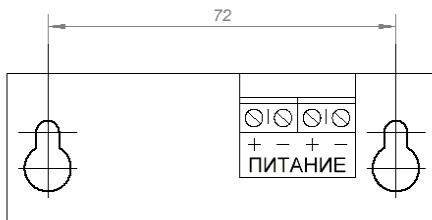

Рис. 1
Подключите источник питания (типа Б5-84/1 или аналогичный) к выводам оповещателя (Рис. 1), предварительно установив напряжение питания 12 или 24 В. При этом оповещатель должен выдать тестовое речевое сообщение.
4.1.4. Подключите источник питания (типа Б5-84/1 или аналогичный) к выводам оповещателя (Рис.1), предварительно установив напряжение питания 12 или 24 В.
Для проверки записи речевого сообщения подключите источник питания (типа Б5-84/1 или аналогичный) к выводам оповещателя (Рис.1), предварительно установив напряжение питания 12 или 24 В.
Подключите источник питания (типа Б5-84/1 или аналогичный) к выводам оповещателя (Рис.1), предварительно установив напряжение питания 12 или 24 В. При этом оповещатель должен воспроизводить речевое сообщение в циклическом порядке.
Оповещатель устанавливается на вертикальных поверхностях. Установка производится при помощи крепежных элементов (болтов, шурупов), используя специализированные отверстия для крепления, расположенные на тыльной стороне корпуса (Рис. 1).